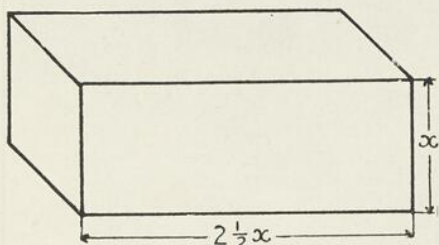

FIG. 19
1. Dans la figure 19, il n'a inscrit que l'épaisseur, heureusement, nous savons que la longueur de la pièce vaut $2\frac{1}{2}$ fois sa largeur, ce qui nous permet d'établir l'équation suivante en prenant x pour largeur: